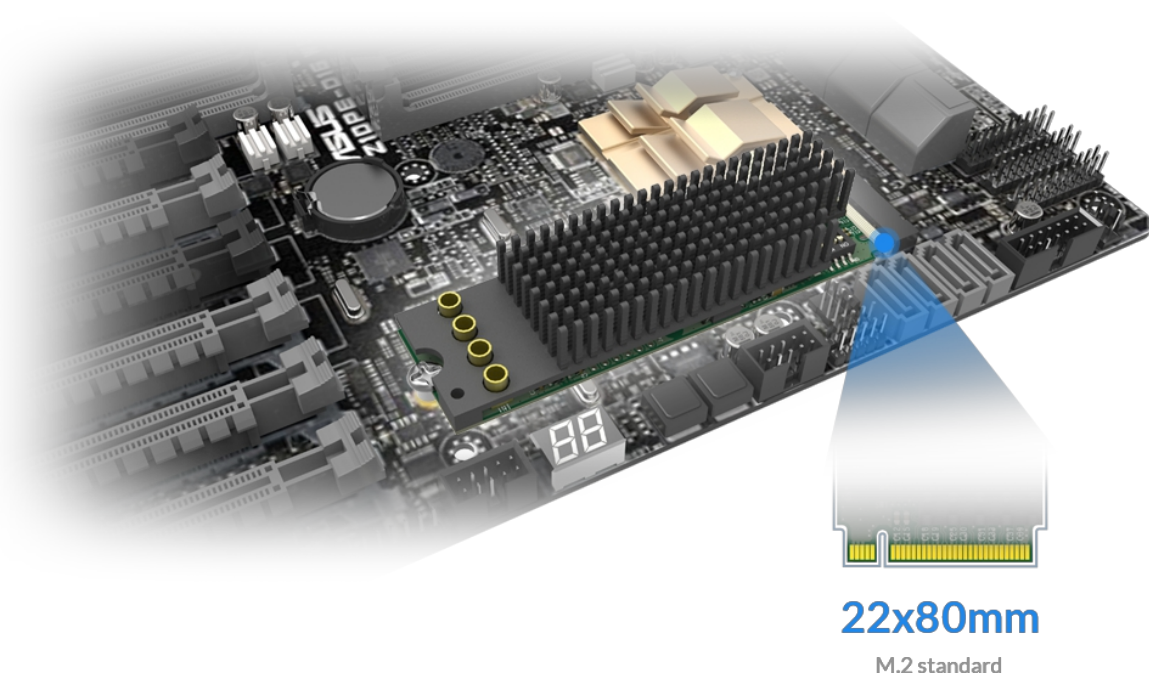

图 1. 机箱内主板示意图
2. 移除机箱盖，找到 M.2 2280 Type M 插槽，如图 1。